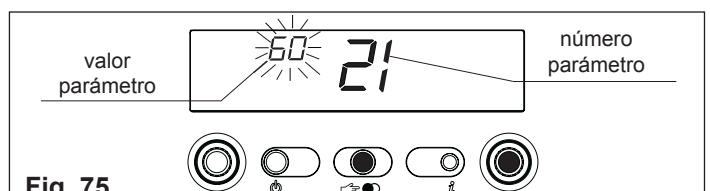

Fig. 75
- pulsar la tecla ENTER para acceder a la modificación del valor del parámetro. Pulsando la tecla ENTER destella el valor anteriormente configurado (fig. 75)
- pulsar la tecla ENTER para acceder a la modificación del valor del parámetro. Pulsando la tecla ENTER los dígitos destellan evidenciando el valor anteriormente configurado (fig. 43 C.A.I. -MIX C.S.I.; fig. 75 R.A.I. - MIX R.S.I.)